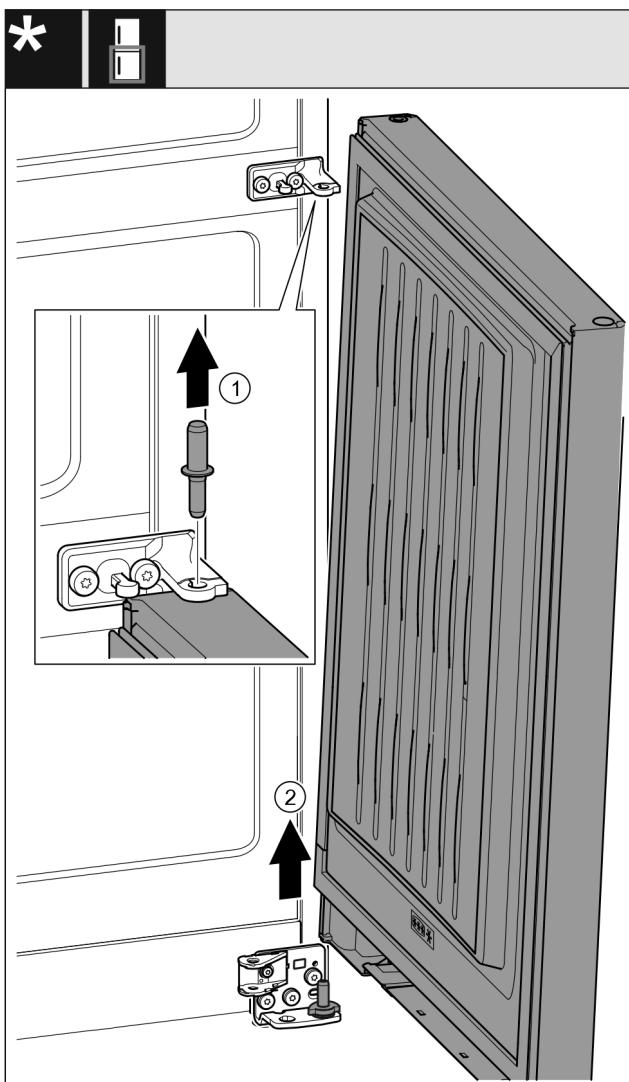

Fig. 25 \*
- 向上拉出螺栓 Fig. 25 (1)。\*
- 冰箱门 Fig. 25 (2)向外旋转，向上拉出后放在旁边。\*